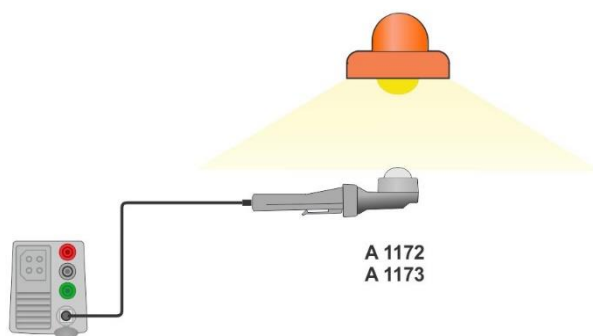

Figura 7.98: Colocación de la sonda luxómetro
- › Posicione la sonda luxómetro, vea la **Figura 7.98**.